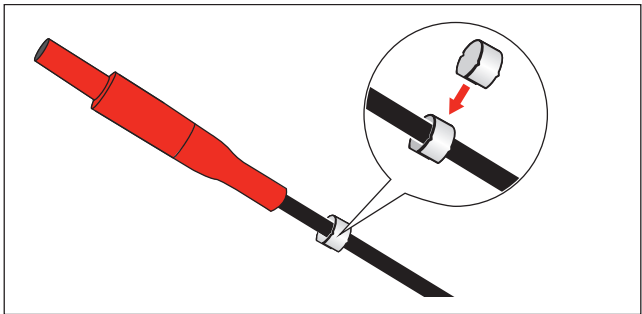

Figura 1. Garras de Marcador de Cabo
2. Use as marcas A, B, C, N ou 1, 2, 3, N, conforme apropriado para a região. Veja a Figura 1.